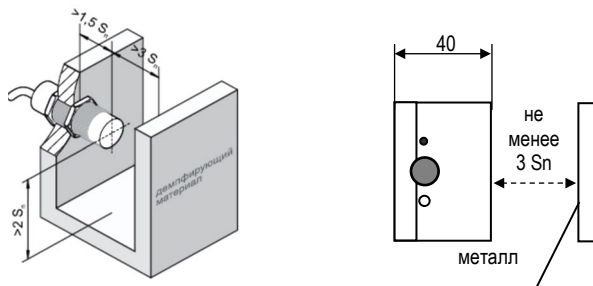

Рисунок 3 – Минимальные расстояния до демпфирующих материалов
5.1 Выключатели рассчитаны на не утапливаемую установку. Для ВБЕ-Ф60 перед активной поверхностью требуется зона, свободная от металла на расстоянии $3S_n$ (см. табл. 1). При монтаже ВБЕ-Ц30, ВБЕ-Ц18 следует учитывать минимально допустимые расстояния до окружающих элементов конструкций из металла, указанные на рис. 3.